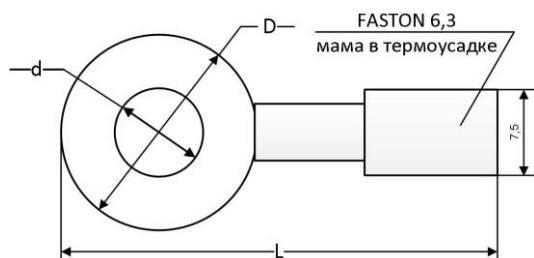

Рис. 1. Клемма-переходник КПхх
- для удобства подключения к токоведущим частям АБ используются аксессуары (см. рис.1...4, табл.1);